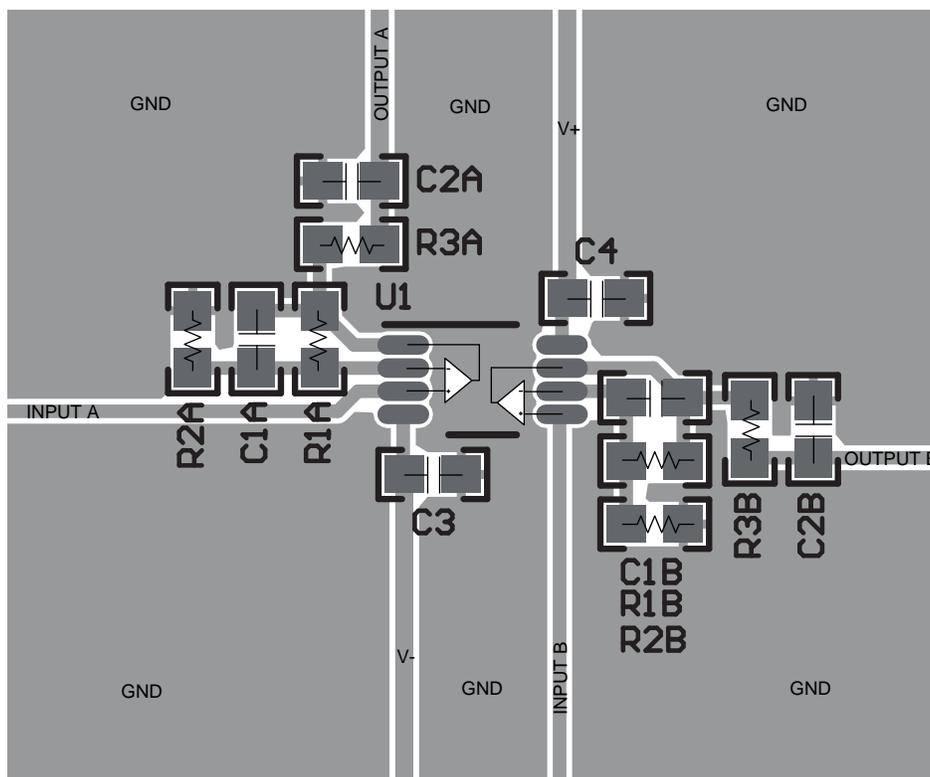

图 30. 布局示例
- 外部组件的位置应尽量靠近器件。如图 30 所示，使 RF 和 RG 接近反相输入可最大限度地减小反相输入端的寄生电容。